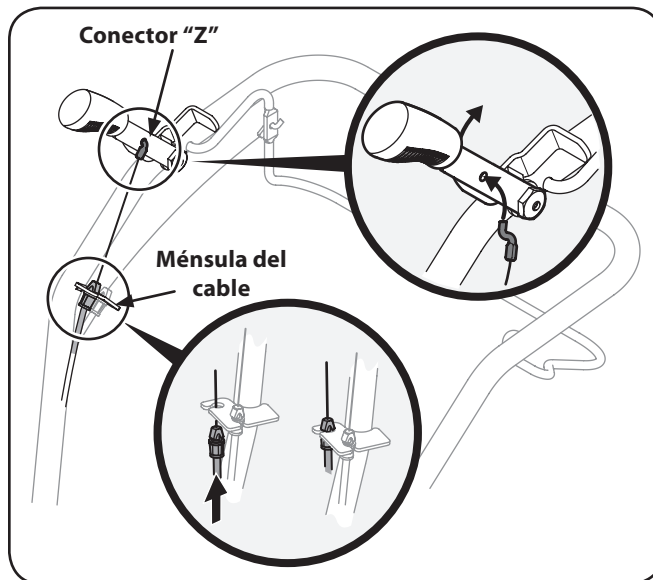

Figura 3-7
- Desenrolle cuidadosamente el cable del embrague de marcha atrás (accesorio extremo rojo) de la posición de embarque. Tire del cable a través del orificio superior de la ménsula y empuje el conector del cable hacia arriba a través del orificio hasta que la ranura del conector calce en su lugar. Vea la Figura 3-7.
- Coloque el conector Z dentro del orificio en el mango del embrague de marcha atrás desde el interior del mango hacia el exterior. Vea la Figura 3-7.